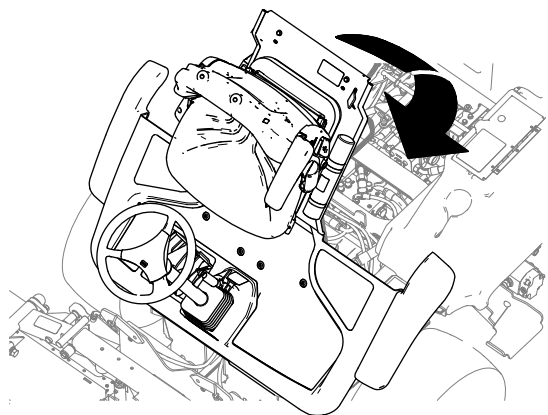

Figura 50
1. Baje la plataforma con cuidado (Figura 50).